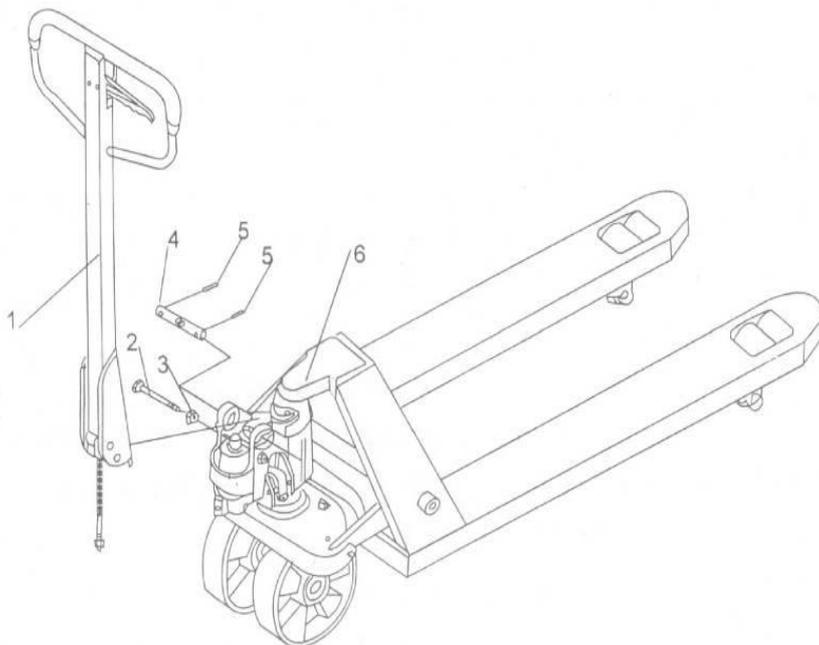

Abb. 5 Deichselmontage (symbolisch)
c) Drücken Sie den Deichselarm nach unten; entfernen Sie den Stift (2, Abb. 5).
d) Bringen Sie den Bedienhebel der Deichsel in die Position **„SCHNELL HEBEN“ (HEBEN)**. Heben Sie dann die Hebelplatte mit dem Stift an (2, Abb. 5) und setzen Sie die Einstellschraube in den vorderen Schlitz der Hebelplatte ein. Hinweis: Lassen Sie die Einstellmutter unter der Hebelplatte
e) Verwenden Sie einen Hammer, um den zweiten Passstift (5, Abb. 5) in die zweite Bohrung der Achse einzusetzen.